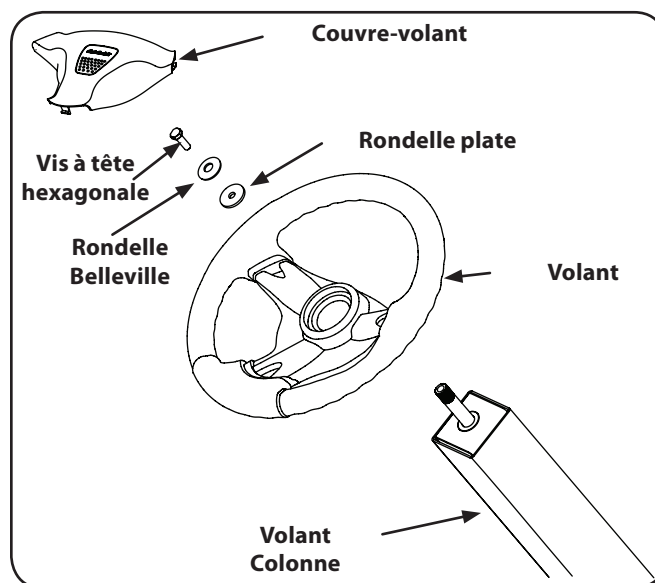

Figure 3-2
3. Placez la rondelle plate et la rondelle Belleville sur le volant et fixez-le avec la vis à tête hexagonale. Consultez la figure 3-2.